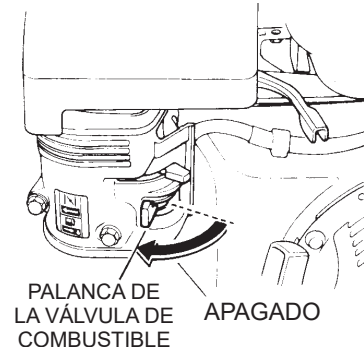

Figura 18. Palanca de la válvula de combustible (apagado)
3. Coloque la palanca de corte de combustible (consulte la Figura 18) en posición de **apagado**.